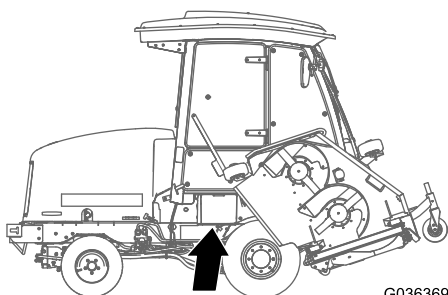

Figura 96
1. Aprite il coperchio della batteria sul lato della copertura (Figura 96).
**Nota:** Premete sulla superficie piatta sopra il coperchio della batteria per facilitare la rimozione del coperchio (Figura 96).